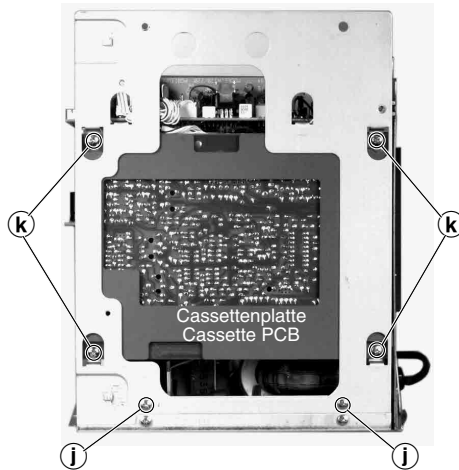

Fig. 7
- 2 Schrauben ① herausdrehen (Fig. 7).
- Zum Ausbau der Cassettenplatte 4 Schrauben ⑫ (Fig. 7) herausdrehen und die Platte nach vorne herausziehen.
- Undo 2 screws ① (Fig. 7).
- For taking out the cassette PCB, undo 4 screws ⑫ (Fig. 7) and remove the board towards the front.